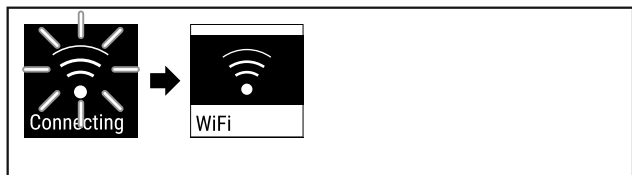

Fig. 90
- ▶ A kapcsolat létrejön (lásd Fig. 90).